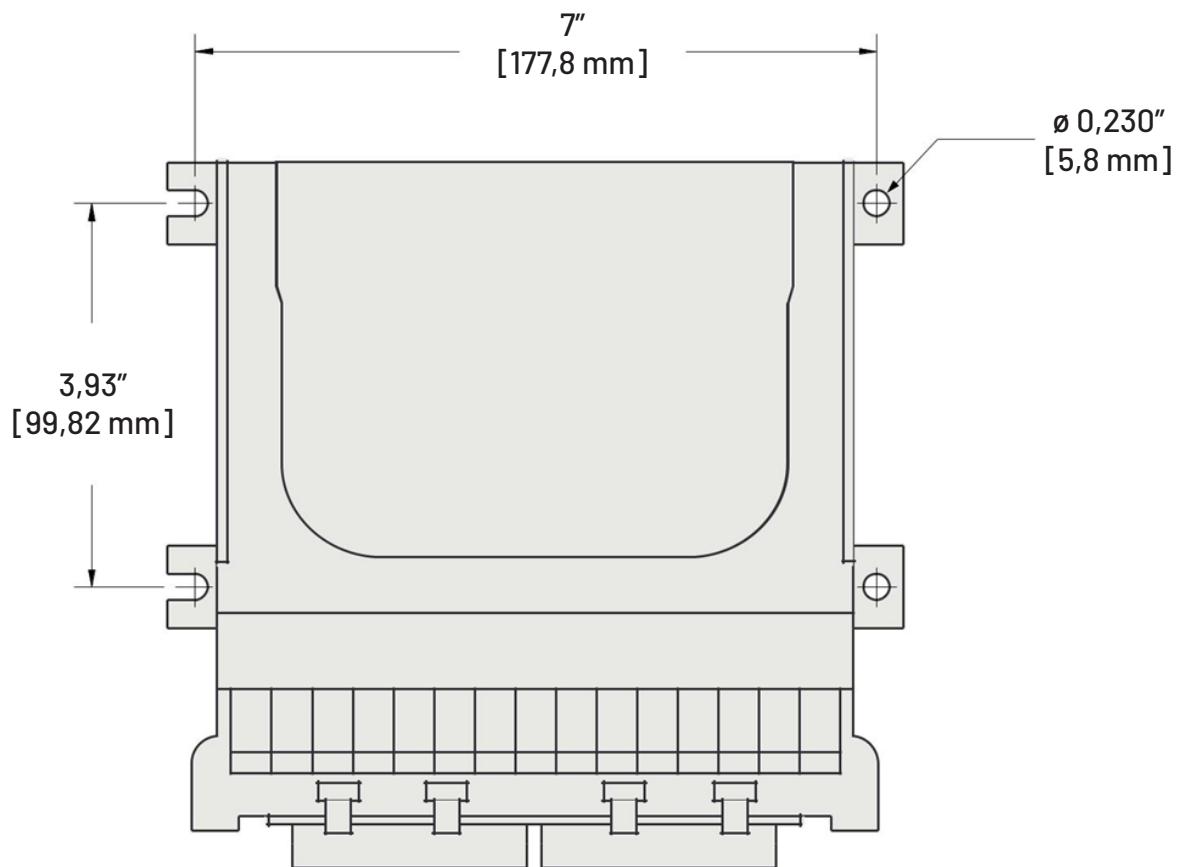

Figure 9 : dimensions de montage du contrôleur de taux (2850-0029)
2. Pour installer le faisceau du contrôleur de taux (2520-0258), trouvez un emplacement près du centre de la machine permettant d'acheminer facilement les câbles vers le tauxmètre, le capteur de pression et le dispositif de contrôle du taux. Montez le contrôleur de taux (2850-0029) (Fig. 9) de façon à ce qu'il soit à moins de 2,5 m (8 pi) du câble 2520-0237.
3. Placez le module dans l'endroit désiré, marquez les trous, percez-les et fixez le module à l'aide d'attaches (non fournies). Voir la fig. 9 pour connaître les dimensions des trous de montage.